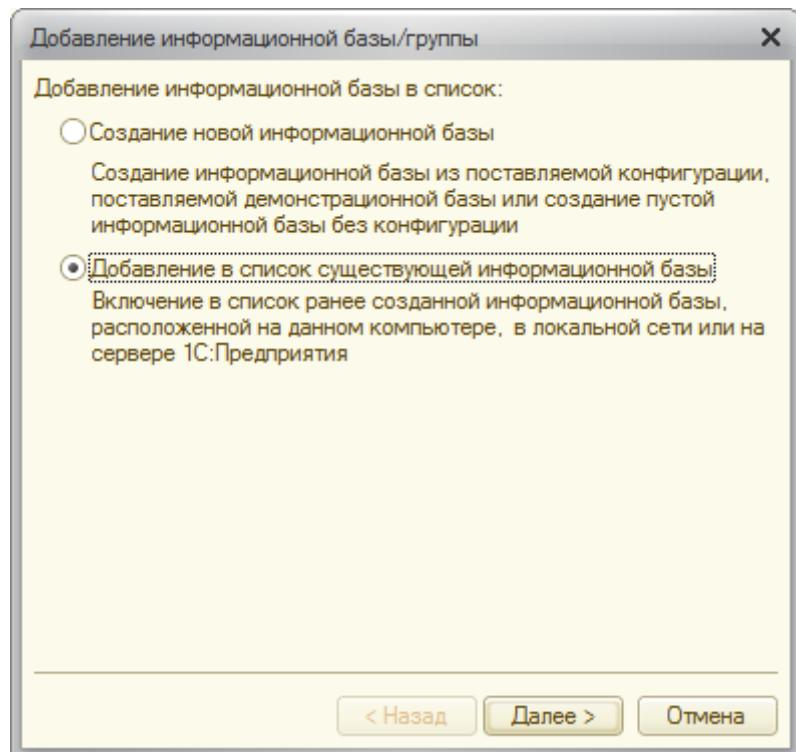

Рисунок 30 Добавление в список существующей информационной базы
- Затем укажите пункт «Добавить в список существующей информационной базы» (рис. 30).